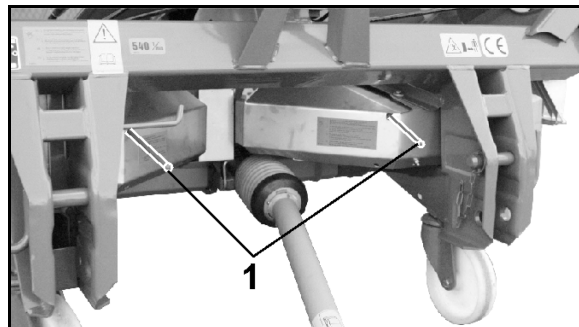

图 22
- 车载电脑电子设备进行设置。伺服电机 (图 22/1) 操作着定量滑门 (图 22/2) 给出不同的开口 (图 22/3) 尺寸。
- 用操纵杆 (图 22/6) 调节不同的开口 (图 22/3) 尺寸手动进行设置。每次所需的滑门位置可查看撒肥表或者用量盘测得。
滑门 (图 22/4) 用于打开和关闭开口，并可根据装备由以下装置独立进行液压操纵 (图 22/5)